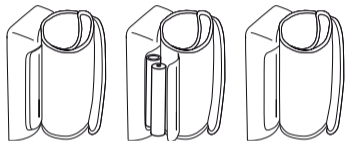

Abb. 1
- Öffnen Sie die Batterieabdeckung auf der Geräteunterseite (siehe Abb. 1). Setzen Sie die Batterien (siehe Kapitel 11 Technische Daten) ein. Achten Sie dabei auf die richtige Polarität („+“ und „-“) beim Einlegen. Schließen Sie den Batteriedeckel wieder. **12 h** bzw. **24 h** blinkt im Display. Stellen Sie nun, wie untenstehend beschrieben, Datum und Uhrzeit ein.